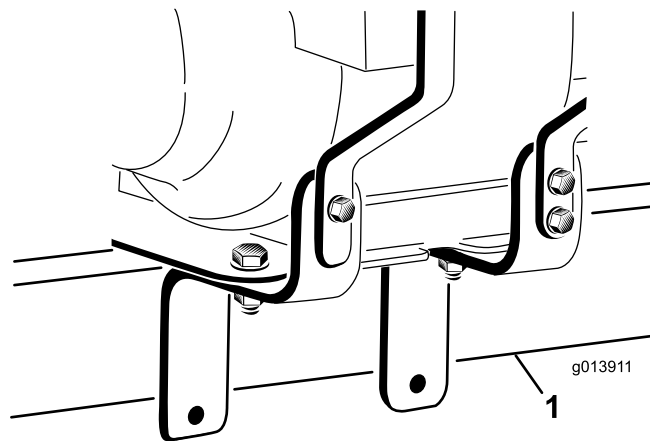
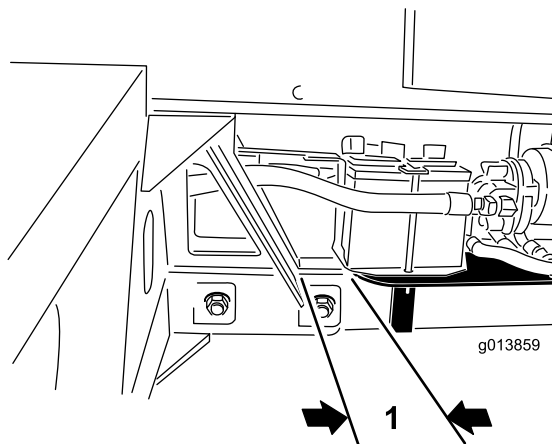

Figure 5
Figure 6
2. Boulon de fixation de batterie (2)
19. Le moteur étant lourd, il peut être difficile à positionner. Avec l'aide d'une autre personne, positionnez le moteur sur le tube d'attelage du ProPass. Vérifiez que les supports du moteur passent sur le tube d'attelage (Figure 5) et que l'arrière de la plaque de montage se trouve à environ 25 mm du récepteur du tube d'attelage du ProPass (Figure 6).